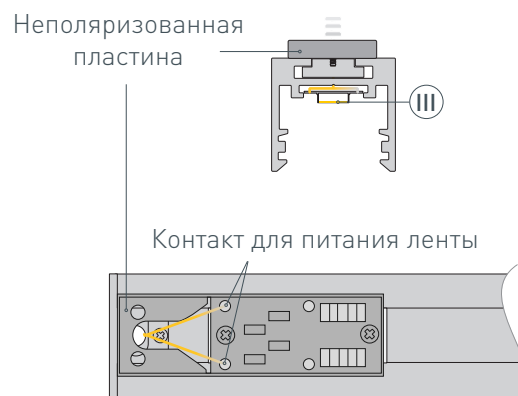

Рис. 2. Неполяризованная пластина на профиле Ⓘ. Вид сверху
- 3** / Установите и зафиксируйте неполяризованную пластину из комплекта фиксатора Ⓟ токопроводящего ремня на подвижной пластине как показано на рис. 2. Припаяйте светодиодную ленту Ⓝ к контакту для питания ленты, строго соблюдая полярность, обозначенную на плате светодиодной ленты.